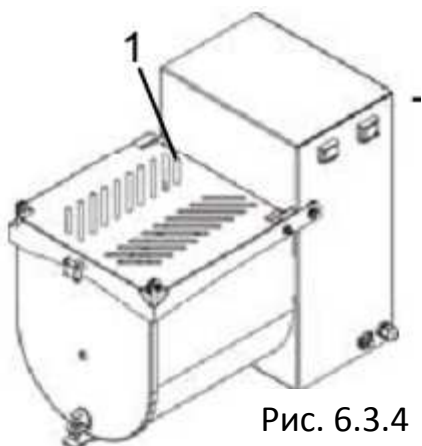

Рис. 6.3.4
- Поднять защитную решетку (поз. 1 на рис. 6.3.4)